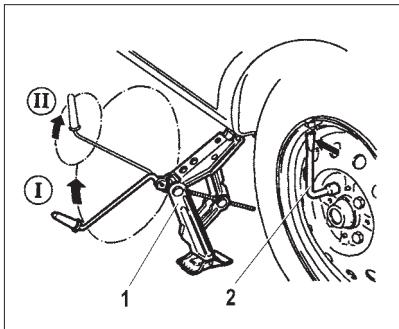

Рис. 83. Замена колес
– ослабьте на один оборот комбинированным ключом 2 (рис. 83) болты крепления заменяемого колеса;